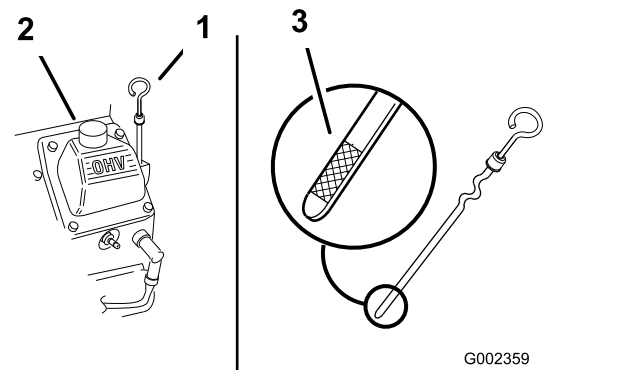

Figure 43
2. Nettoyez la surface autour de la jauge d'huile (Figure 43) pour éviter que des impuretés tombent dans l'orifice de remplissage et endommagent le moteur.
3. Retirez la jauge, essuyez-la sur un chiffon et remettez-la en place en prenant soin de l'enfoncer au maximum (Figure 43).
Le niveau d'huile doit se situer entre les repères maximum (« F ») et minimum (« L ») sur la jauge (Figure 43).
5. Si le niveau est en dessous du repère minimum, enlevez le bouchon du tube de remplissage (Figure 43) et faites l'appoint d'huile spécifiée jusqu'à ce que le niveau atteigne le repère maximum sur la jauge.